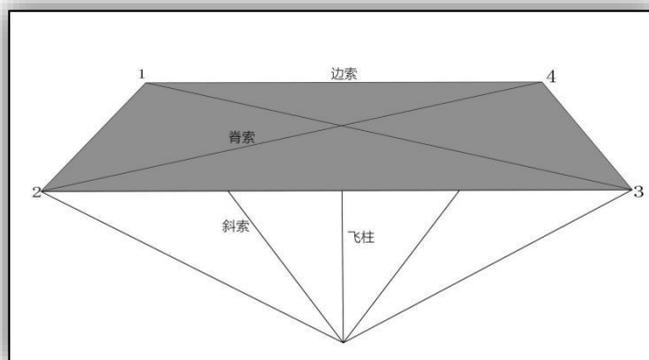

图 1. 伞状索杆膜找形前
- b. 本例中伞形索杆膜结构的索杆部分由 4 根自由斜索和 1 根飞柱组成，膜片部分用 4 根边索加强，同时伞顶端到四个角点用 4 根脊索连接。计算模型的初始假定形状见图 1。本案例需要的参数信息如下表：